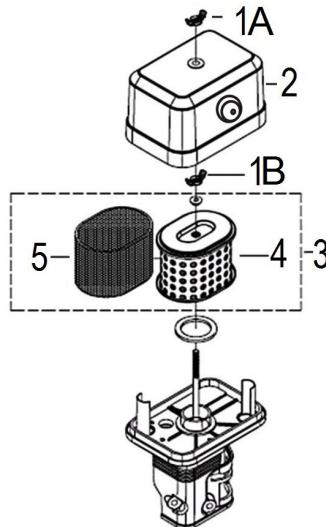

Рис. 25 Обслуживание воздушного фильтра
1. Открутите барашковую гайку 1A и снимите крышку 2 воздушного фильтра (Рис. 25).
2. Открутите барашковую гайку 1B и снимите воздушный фильтр 3 в сборе (Рис. 25).
Поролоновый (предварительный) фильтрующий элемент 5 установлен на корпусе бумажного фильтрующего элемента 4 (Рис. 25).